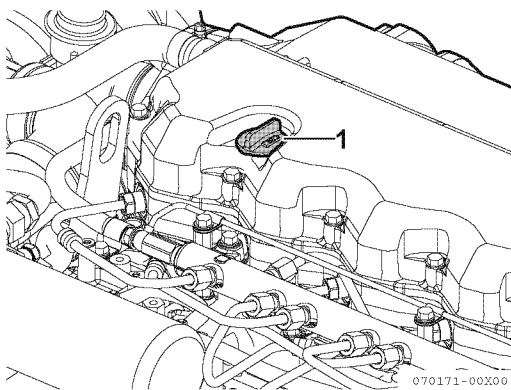

Figura 7
1. Remova o tampão amarelo da porta de enchimento de óleo da porta de enchimento (**Figura 7, (1)**) e encha com óleo do motor.